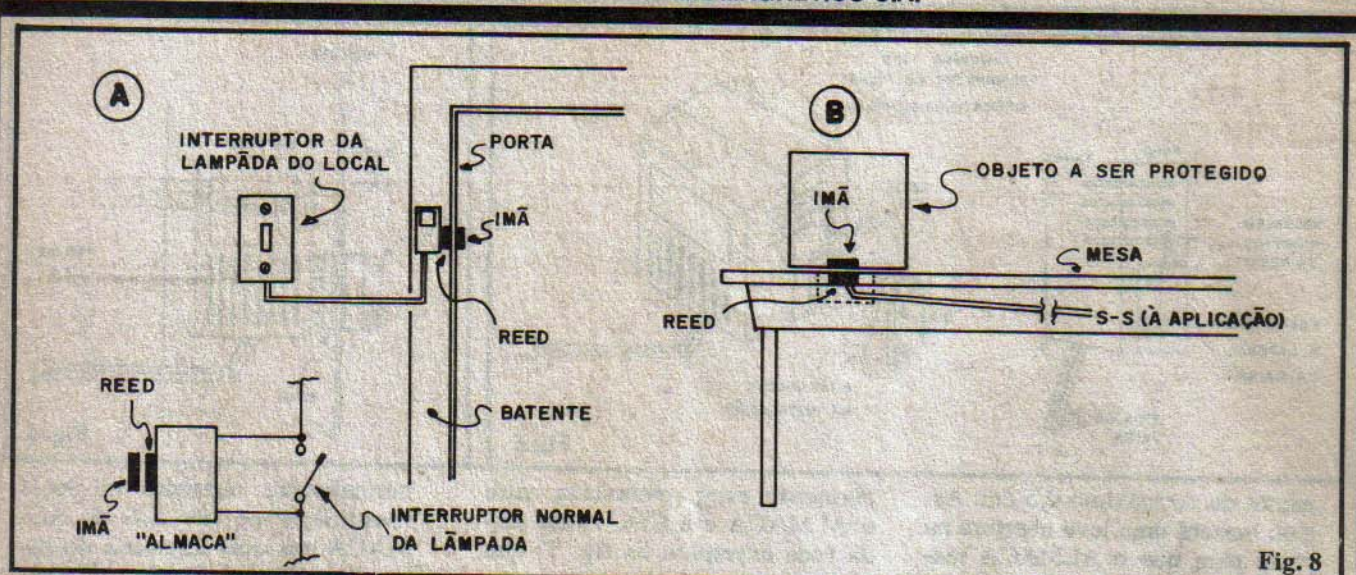

Fig. 8
- **FIG. 8** - Mais detalhes e sugestões para utilização do ALMACA. Em 8-A outro exemplo: o ALMACA instalado numa porta (como na fig. 6), controlando diretamente a própria iluminação